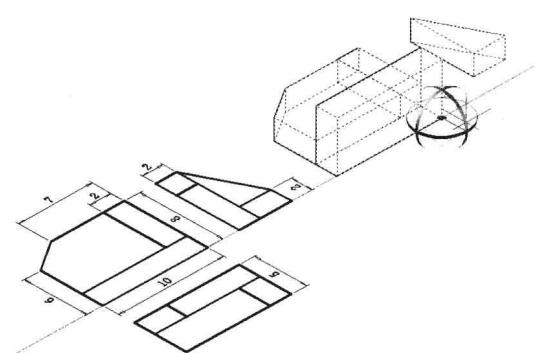

图 9-5-12
(3) 选择菜单命令“修改/三维操作/三维旋转”，或者单击“常用”选项卡，在“修改”面板中单击“三维旋转”按钮⑨，命令行提示“选择对象”，单击长方体，按 Enter 键。
(4) 命令行提示“指定基点”，此时视图中显示了附着在光标上的旋转夹点工具，旋转夹点工具显示为三条圆弧，红色圆弧代表 X 轴，绿色圆弧代表 Y 轴，蓝色圆弧代表 Z 轴。捕捉并单击实体上的一个端点，将该点作为基点，旋转夹点工具移至基点位置。
(5) 命令行提示“拾取旋转轴”，将光标悬停在旋转夹点工具上的轴控制柄上，直到红色旋转 X 轴变为黄色，此时会显示出一条红色矢量线，如图 9-5-12 所示，单击变为黄色的旋转 X 轴作为旋转轴。
(6) 命令行提示“指定角的起点或键入角度”，输入“90”，按 Enter 键，旋转效果如图